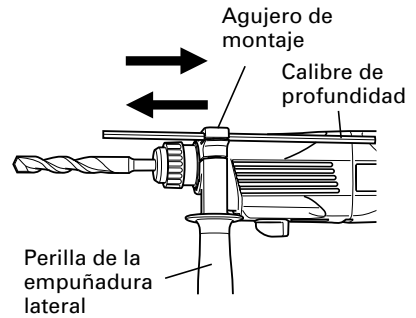

Fig. 11
(1) Escoger una broca destornillador apropiada y emplear tornillos con cabeza +, en lo posible, debido a que los tornillos con cabeza – hacen que se zafe fácilmente el destornillador.
(2) Atornillado
**6. Modo de usar el tope (Fig. 11)**